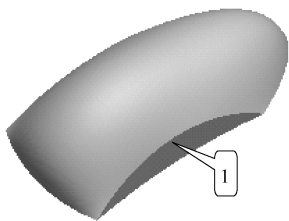

图 6-133 实体化
(8) 单击第1次合并生成的曲面和曲面3, 选择菜单栏中的【编辑】|【合并】选项, 单击控制区的【应用】按钮, 完成第2次曲面合并。
(9) 单击第2次合并曲面和曲面4, 选择菜单栏中的【编辑】|【合并】选项, 单击控制区的【应用】按钮, 完成整个曲面合并。
(10) 单击整个曲面, 选择菜单栏中的【编辑】|【实体化】选项, 单击控制区的【应用】按钮, 完成曲面的实体化, 隐藏各曲面, 如图6-133所示。
(11) 在图形区同时选择如图6-133所示的边线1和与其对称的另一条边线。